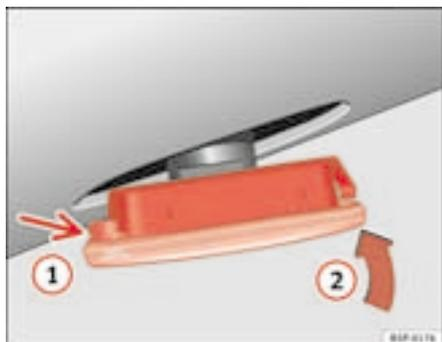

Fig. 170 Indicador de direcção lateral
- Primeiro, coloque o indicador de direcção no orifício da carroçaria, encaixando as patilhas ⇒ fig. 170, seta ①.
- Encaixe o indicador de direcção tal como indica a seta ② ⇒ fig. 170. ■